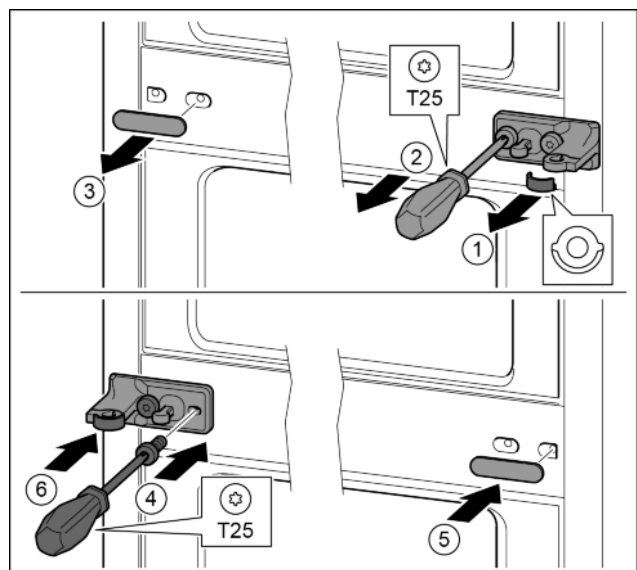

Fig. 14
- ▶ Scheibe abziehen. *Fig. 14 (1)*
- ▶ Schrauben mit Schraubendreher T25 herausdrehen. *Fig. 14 (2)*
- ▶ Abdeckung vorsichtig abziehen. *Fig. 14 (3)*
- ▶ Lagerbock mit Folie um 180° gedreht auf der anderen Seite fest anschrauben. *Fig. 14 (4)*
- ▶ Abdeckung um 180° gedreht auf der anderen Seite anbringen. *Fig. 14 (5)*
- ▶ Scheibe von vorn aufschieben. *Fig. 14 (6)*